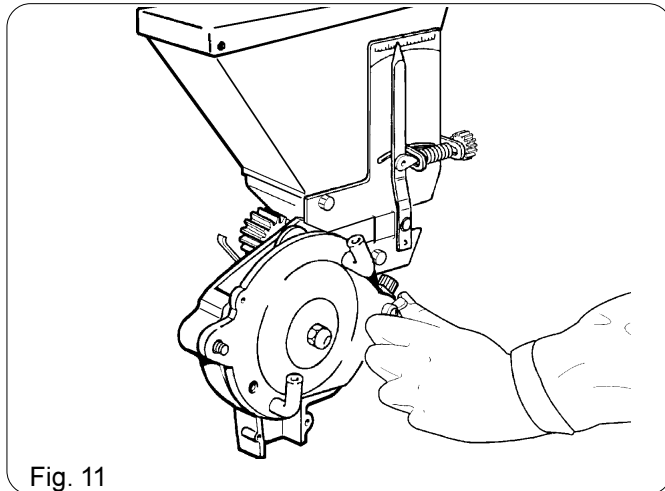

Fig. 11
- Serrare il dado ad alette di chiusura coperchio solamente con le mani (Fig. 11).
- *Hand-tighten only the winged nut that closes the cover (Fig. 11).*
- Die Flügelschraube zum Verschliessen des Deckels darf nur per hand festgezogen werden (Abb. 11).
- *Ne serrer l'écrou à ailettes pour la fermeture du couvercle que manuellement (Fig. 11).*
- Apretar la tuerca de aletas para cerrar la tapa utilizando solamente las manos (Fig. 11).